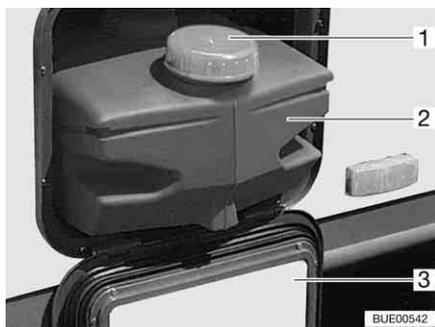

Bild 162 Wassertank 22 l
Bei Transport den Wassertank mit dem Verschlussdeckel (Bild 162,1) verschließen.
- Serviceklappe (Bild 162,3) öffnen (siehe Kapitel 6).
- Wassertank (Bild 162,2) herausziehen.
- Wassertank (Bild 162,2) herausziehen und entleeren.